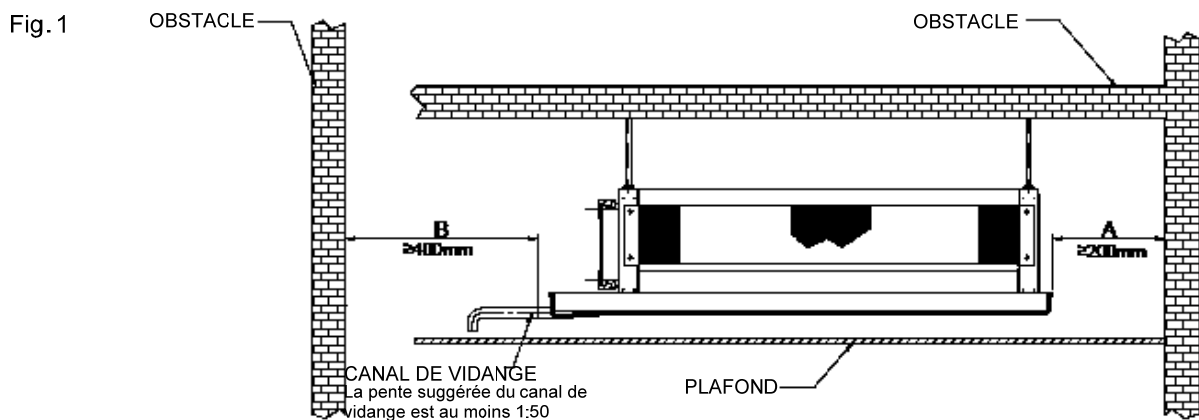

Fig. 2 AVEC ET SANS LA FORME D'ESPACE :
2. Il y a des trous sur le dessus de l'unité pour accrocher. Veuillez se référer à Fig.1. Fig.2 et Fig.3.